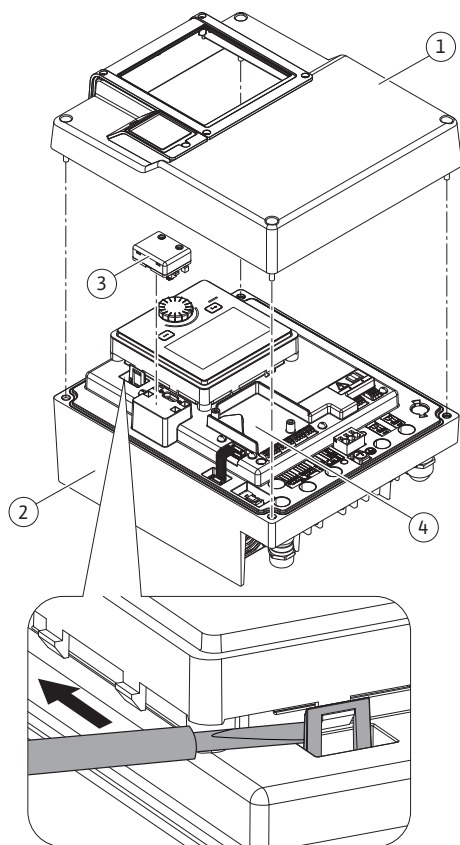
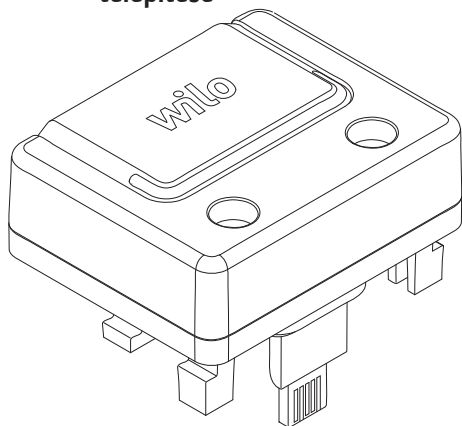

Fig. 25: Elektronikamodul
Fig. 26: Wilo-Smart Connect BT modul
1. A horgokat (Fig. 25) óvatosan nyissa ki egy szerszám (pl. csavarhúzó) segítségével.
A Wilo-Smart Connect BT modul Bluetooth-interfész (Fig. 25, 3. poz. és Fig. 26) mobil vég-eszközökhöz való (pl. okostelefon és tablet) csatlakozásra szolgál. A Wilo-Assistant alkalmazásban található a Wilo-Smart Connect funkció. A Wilo-Smart Connect funkció segítségével tudjuk elvégezni a szivattyú beállítását, kezelését és a szivattyú adatainak leolvasását. A beállításokat lásd az „Üzembe helyezés” [▶ 46] fejezetben.
1. Lazítsa meg az elektronikamodul felső részének négy csavarját (Fig. 25, 1. poz.; Fig. 1, 2. poz.).
3. Dugja be a Wilo-Smart Connect BT modult az erre szolgáló Wilo-Connectivity interfészbe. Lásd: Fig. 25, 3. poz.
A CIF-modulok (tartozék) a szivattyúk és az épületfelügyelet közti kommunikációra szolgálnak. A CIF-modulokat az elektronikamodulra kell dugni (Fig. 25, 4. poz.)